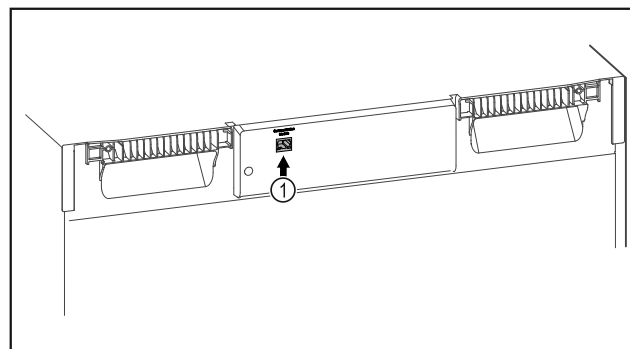

Fig. 105
- SmartModule Fig. 105 (1) is geplaatst.